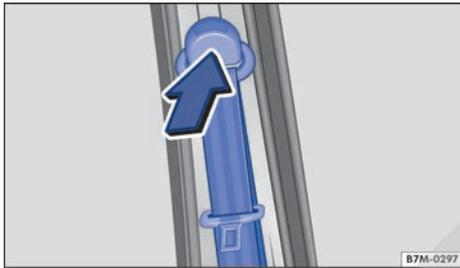

Fig. 63 Junto a los asientos delanteros: regulador de la altura del cinturón.
- Tire del dispositivo de reenvío en el sentido contrario al de la flecha y manténgalo en esta posición → fig. 63.